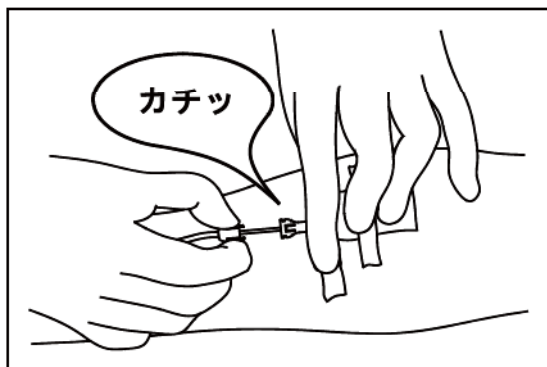

図2
(2) ウイングプロテクタ内で穿刺針が「カチッ」と止まると穿刺針は保護されます。（図2）